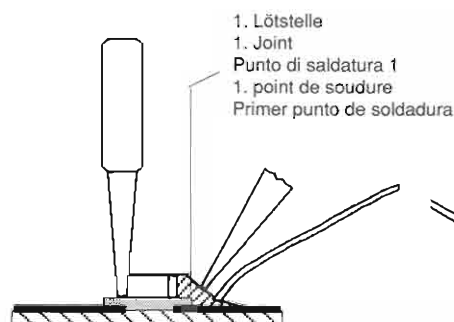

Fig. 4
4. Schritt: CHIP an der Lötstelle ansetzen, zentrieren und anlöten (Fig. 4).
4. step: Put the CHIP onto the soldering point, then center and fix it (Fig. 4).
4. Poser le composant CMS sur cette pointe de soudure, centrer et souder. Maintenir le composant CMS à l'aide d'une pince brucelle (Fig. 4).
4. Appoggiare il CHIP sul punto di saldatura, centrarlo e quindi saldarlo (Fig. 4).
- Cuarto paso: Colocar el CHIP sobre la gota de estaño, centrarlo y soldarlo (Fig. 4).